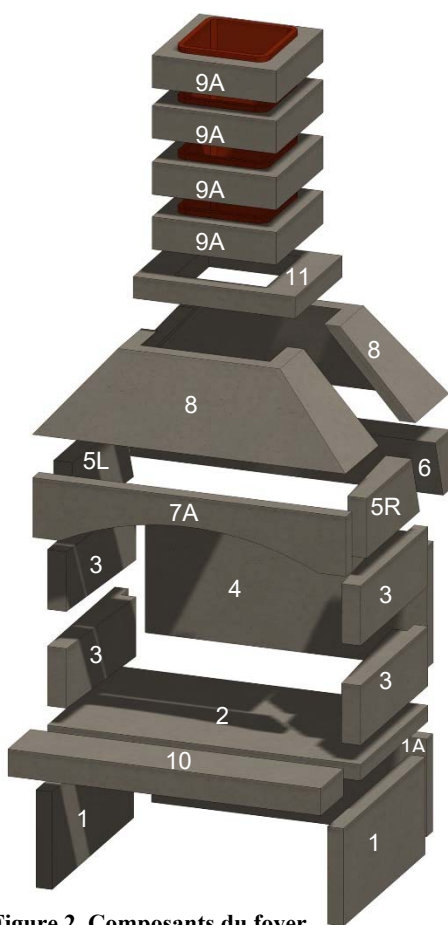
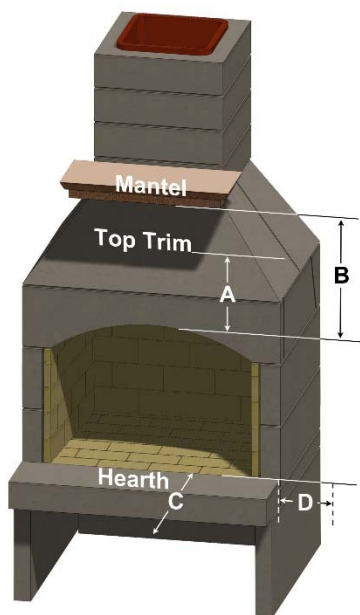

Figure 2. Composants du foyer
Figure 3. Dégagements (utiliser avec le tableau 2)
Le foyer est livré en kit avec tous les composants nécessaires pour compléter l'installation. La disposition des composants est illustrée à la Figure 2. Les composants sont énumérés dans le Tableau 1. Les spécifications et les dimensions d'installation sont indiquées dans le Tableau 2.
- A. Les éléments du foyer illustrés à la figure 2 et énumérés au tableau 1.
Tableau 2: Dégagements (voir Figure 3)
Remarque 5: Les revêtements en argile installés dans la section du conduit de fumée (article 9A, Figure 2) sont conformes aux spécifications de la section C315-02 de l'ASTM.
Choisissez un emplacement dans les plans de la maison ou dans la zone de vie extérieure où toutes les distances minimales, comme indiqué dans le tableau 2 et la figure 3, peuvent être respectées. Procédez comme suit. Les chiffres entre () sont les numéros d'articles du Tableau 1 et de la Figure 2. Assurez-vous que la base sur laquelle le foyer sera installé est une fondation solide et de niveau et qu'elle est composée de matériaux incombustibles, comme le béton.
Si l'appareil doit être installé à l'intérieur, n'utilisez pas les pattes élévatrices (articles 1 et 1A, illustrés à la Figure 2 et au Tableau 1). Installez plutôt le foyer sur une
S'il s'agit de votre première installation Stone Age, il est suggéré d'assembler d'abord les composants sans mortier pour vous familiariser avec la façon dont les composants s'assemblent. Voir la Figure 2.
R. Assurez-vous que les dégagements et les distances du tableau 2 et de la figure 3 sont respectés. Assurez-vous que l'âtre et le plancher sous et devant l'âtre sont faits de matériaux entièrement incombustibles, et pas seulement d'un revêtement de sol incombustible. Lorsque l'installation de l'âtre est terminée, si la cheminée est complète et ne se poursuit pas à travers un toit ou une structure, vous êtes prêt à installer la finition extérieure. Si la cheminée traverse un toit ou une structure, passez aux paragraphes 4.0 et 4.1 avant de commencer l'application de la finition.